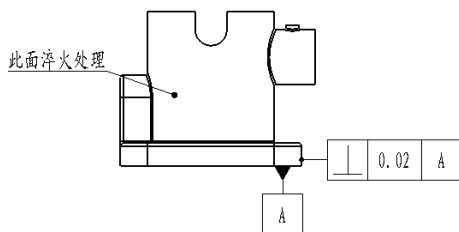

图 6.8.9 显示 3D 注解
(1) 在 **方向(D)** 区域中单击“下视”按钮 .
(2) 在 **输入选项** 区域分别选中 ☒ **输入注解(I)** 复选框、☒ **设计注解(E)** 复选框和 ☒ **DimXpert 注解** 复选框。
Step5. 放置视图。在图形区单击, 生成图 6.8.9 所示的主视图。